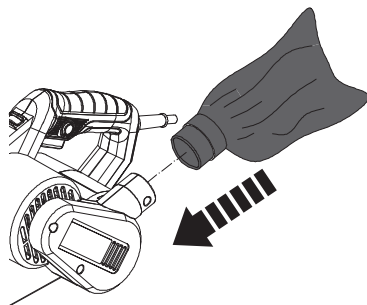

Fig. 7
2. Fixez le sac à poussières **(14)** sur la buse **(6)** et enfoncez-le jusqu'au bout (Fig. 7).